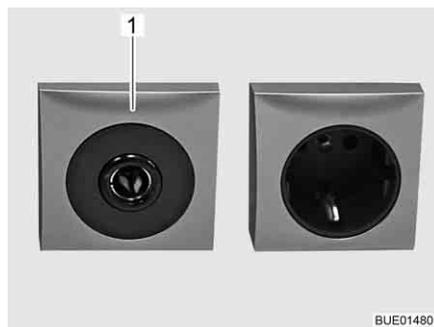

Fig. 84 Caja de enchufe 12 V/10 A
- ▷ Conectar únicamente aparatos con máximamente 10 A a las cajas de enchufe (Fig. 84,1) de la red de a bordo de 12 V.